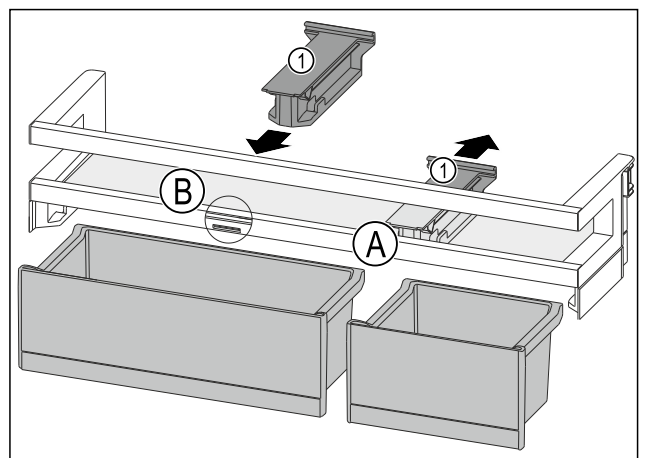

Fig. 78
- ▶ Retirer la pièce de retenue Fig. 78 (1) en position Fig. 78 (A) vers l'arrière.
- ▶ Mettre la pièce de retenue Fig. 78 (1) en position Fig. 78 (B).